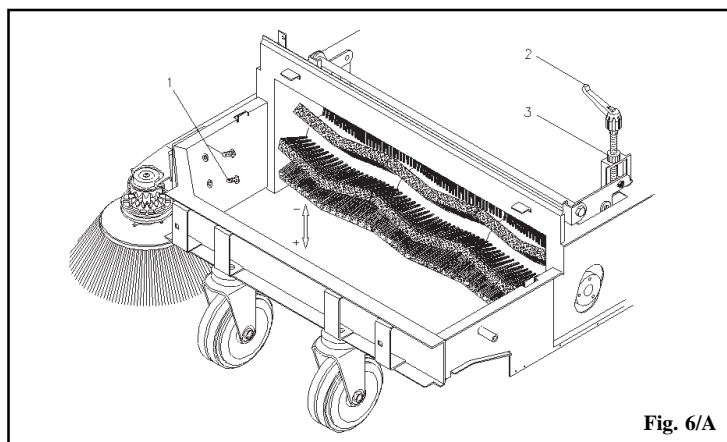

Fig. 6/A
Para regular a escova central, retire a tampa superior e accione o manípulo de regulação, aliviando primeiro o anel de retenção, **pos. 3, Fig. 6/A** e, a seguir, rodando o manípulo, **pos. 2, Fig. 6/A**, na direcção desejada (no sentido dos ponteiros do relógio para aumentar a pressão). Levantando o manípulo, é possível fazê-la rodar em vazio para poder posicioná-la de modo que não obstrua o fecho da tampa superior.
Regulação da versão 500ET (Fig. 6/B)